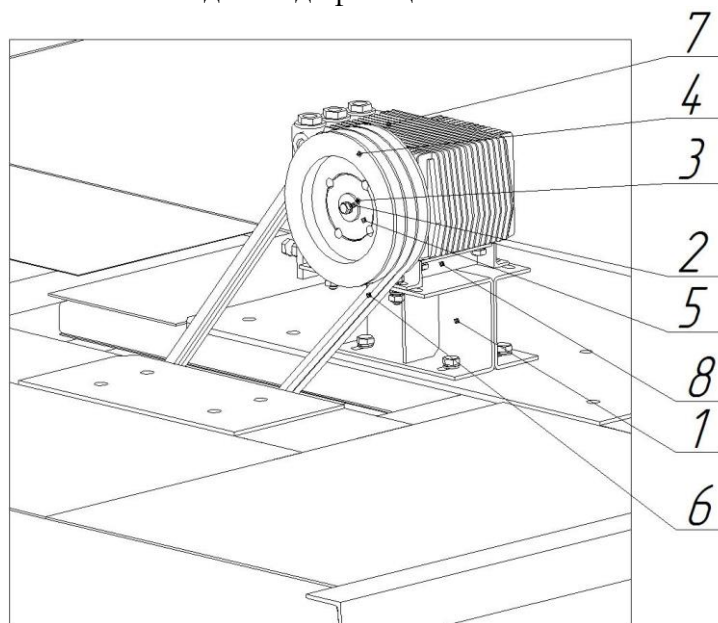

Рисунок 4 - установка насоса EFG-2821
2.6. Установка насоса EFG-2821 для модификации UNISTEAM-M2 (см. рис. 4)